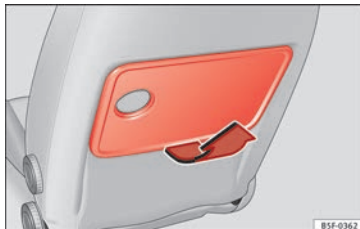

Fig. 114 Banco dianteiro da esquerda: mesa de dobrar.
– Para utilizar a mesa, levanta-la para cima na direção da seta » **Fig. 114.**